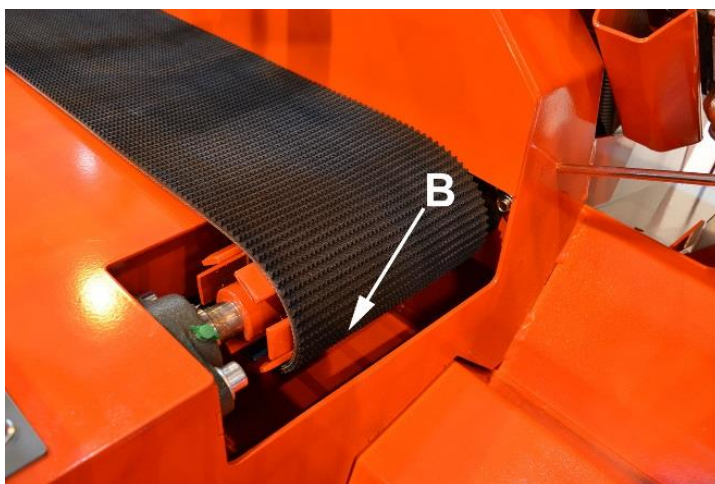

Bild 32.
6. Montera det nya bandet från inmatningstransportörens dragrulle genom hålet B (bild 32) tills du kan dra det från andra hållet C (bild 33). Obs. Avlägsna vid behov inmatningstransportörens skydd enligt anvisningarna i punkt 4.5.